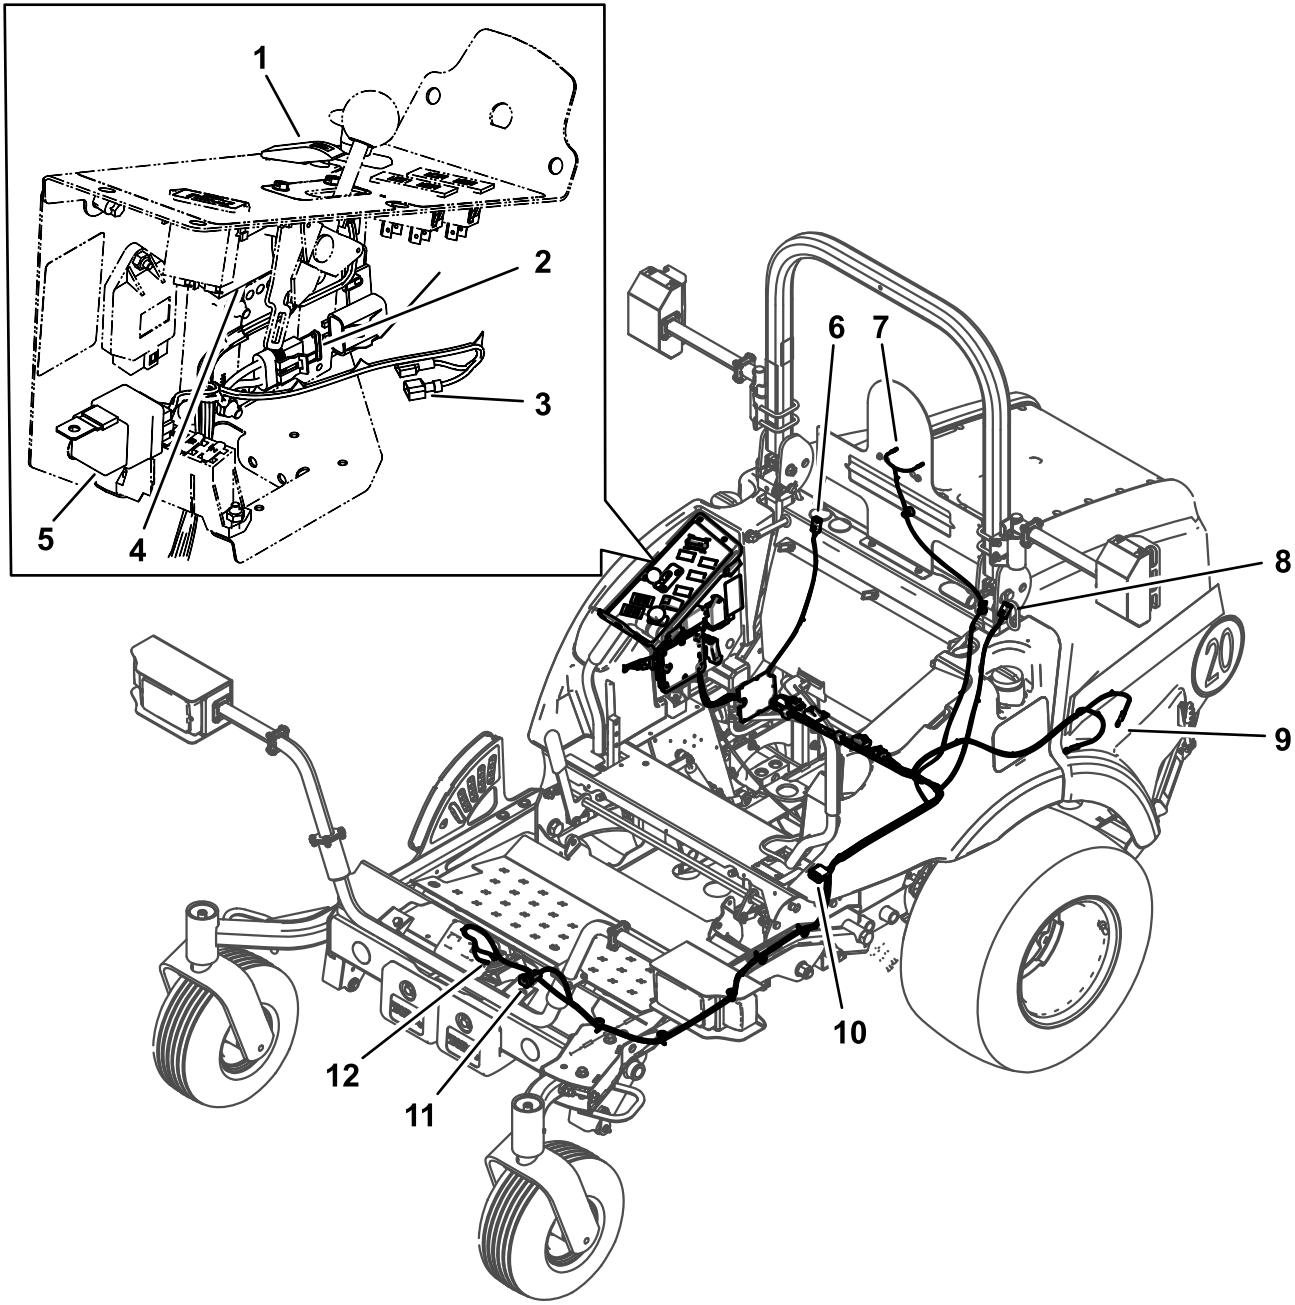

Figura 15
Nota: Utilize apenas 1 dos conectores de lâmina ilustrado na Figura 15.
3. Utilize a Figura 15 para encaminhar a cablagem para dentro da máquina.